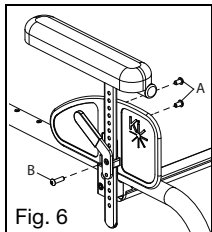

Fig. 6
- Quite dos tornillos de 6 mm de los protectores laterales (Fig. 6:B).
- Quite el tornillo M4 (Fig. 6:B) del tope del bastón de protección lateral a través del bastón de protección lateral, pero no lo retire por completo. El tornillo puede permanecer en el grupo de palanca. Repita en el otro brazo.
- Restablezca el tope del bastón y el grupo de palanca en el bastón del protector lateral a la posición deseada. Vuelva a apretar el tornillo M4 (Fig. 6:B). Repita en el otro brazo.
- Ponga el protector lateral en la posición deseada y coloque de nuevo los dos tornillos de 6 mm (Fig. 6:A) para fijar la protección lateral en su posición. Apriete los dos tornillos de 6 mm. Repita en el brazo opuesto.